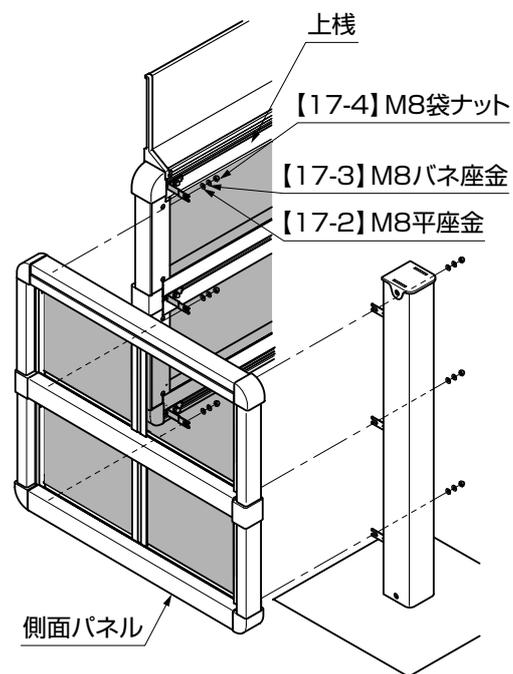

図9-3
- ③側面パネルを背面のサイドパネル、コーナー柱に固定してください。(図9-3参照)